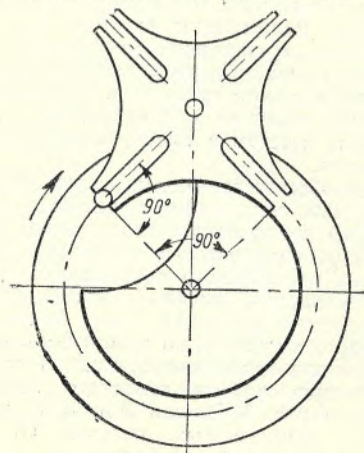

Рис. 2
Наконец, как видно из формул (7) и (8), коэффициент пропускания обтюратора может быть увеличен путем уменьшения угла движения механизма прерывистого движения. Обычно в 35-мм проекторах в качестве механизма прерывистого движения применяется мальтийский механизм с четырехлопастным мальтийским крестом с безударным входом пальца в шлиц креста: в момент входа пальца в шлиц направление его движения совпадает с осью шлица креста (рис. 2). Угол между радиусом эксцентрика и осью шлица креста равен 90° . Угол поворота эксцентрика с момента входа пальца до момента его выхода (т. е. угол движения механизма) также равен 90° ; следовательно, в этом механизме за один полный оборот эксцентрика мальтийский крест поворачивается точно на 90° , т. е. время поворота креста в три раза меньше времени его неподвижного стояния.